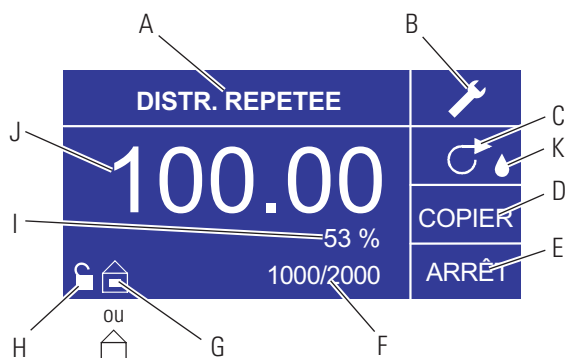

Figure 3-6. Ecran du Mode distribution répétée
7. **Réglage de la taille du lot :** Utiliser le pavé directionnel et la touche ENTRÉE pour sélectionner l'icône Compte de lot à partir du menu de fonctionnement (voir position F, Figure 3-6). Sur l'écran Compte de lot, utiliser les flèches VERS LE HAUT/VERS LE BAS pour sélectionner la taille du lot. Appuyer sur ENTRÉE pour valider la taille du lot. Si le réglage indique zéro (0), l'entraînement fonctionne pendant un nombre infini de cycle et le symbole ∞ est affiché. Sélectionner QUIT. pour revenir à l'écran du Mode distribution répétée.
9. **Réinitialisation du compte de lot** : Utiliser le pavé directionnel et la touche **ENTRÉE** pour sélectionner l'icône Compte de lot (voir position F, Figure 3-6). Sur l'écran **COMPTE DE LOT**, sélectionner **RÉINITIAL.** et appuyer sur la touche **ENTRÉE** pour réinitialiser le compte de lots. Sélectionner **QUIT.** pour revenir à l'écran de fonctionnement du Mode Répéter.